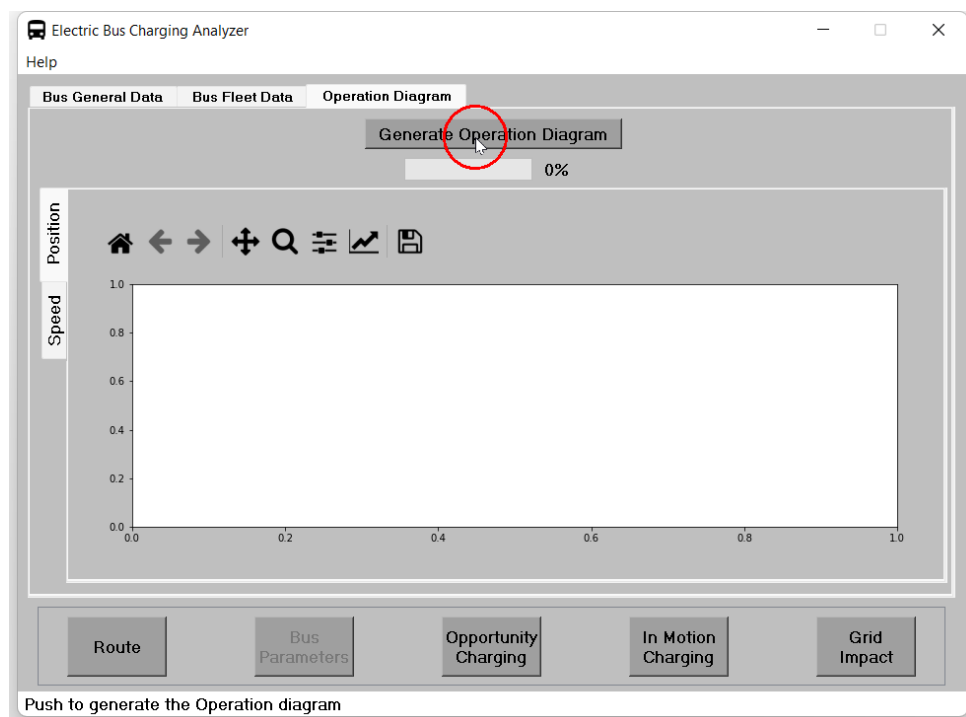

Figura 24: Configuración de los parámetros de la flota.
3. Ahora, se presiona el botón **Generate Operation Diagram** tal como se muestra en la figura 24 para generar el diagrama de operación.